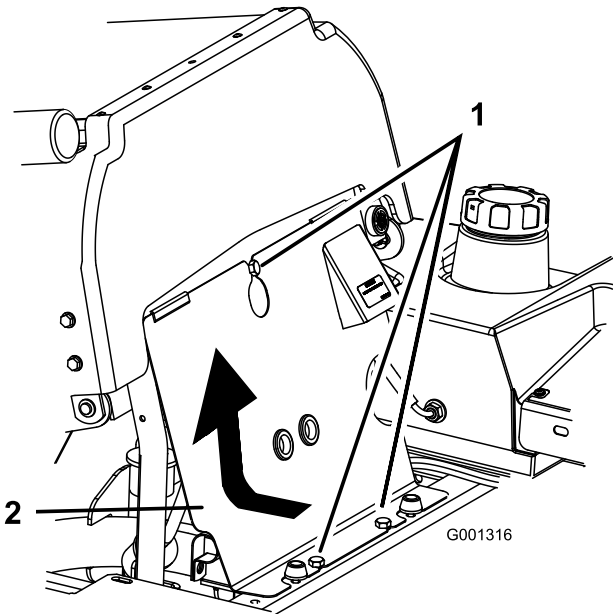

Bild 38
1. Kippen Sie den Sitz nach vorne, lösen Sie die Schrauben und entfernen Sie die vordere Motorverkleidung (Bild 38).